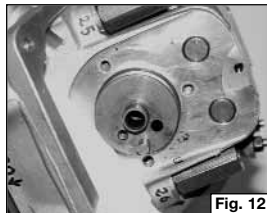

Fig. 12
- Rimuovere l'albero a camme (Fig. 12).
- Remove the camshaft (**Fig. 12**).
- Enlevez l'arbre à cames (**Fig. 12**) .